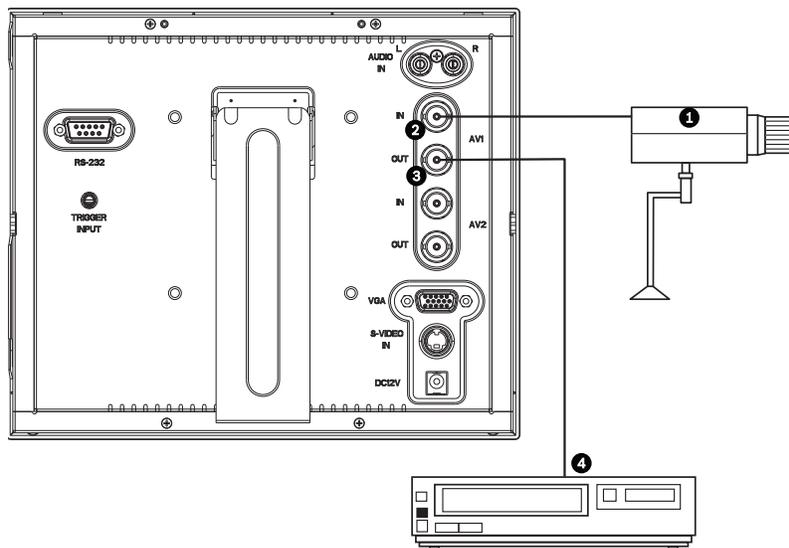
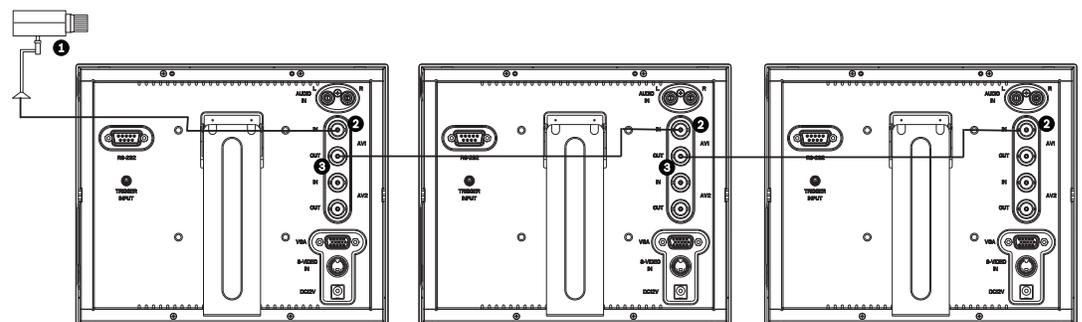

图 5.5 单监视器配置
图 5.6 多监视器配置
注：所有视频输入均为无源环路类型。电阻由输入连接器上的信号输入自动设为 75 欧姆，同时在单一连接模式下操作 (参见图 5.5)。如果电缆还连接至输出连接器，则视频信号可通过无源环路功能传递至另一台与之相连的监视器。通过这种方法，最多可以连接三 (3) 台监视器 (参见图 5.6)。